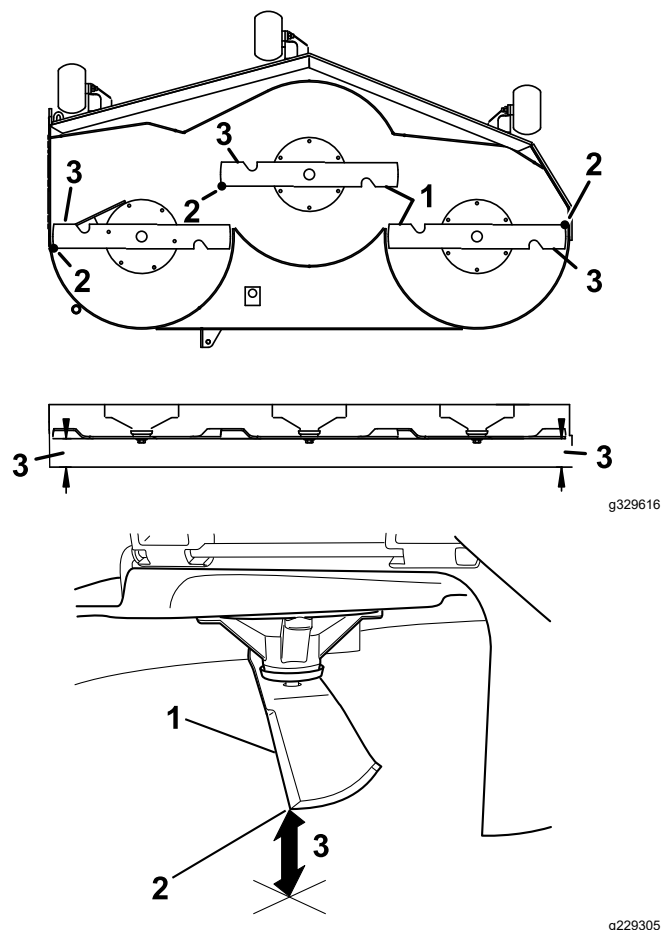

Figura 77
6. Mida entre la punta de la cuchilla y la superficie plana (Figura 77). Si hay una diferencia de más de 5 mm entre ambas dimensiones, ajuste la nivelación, y siga con este procedimiento.